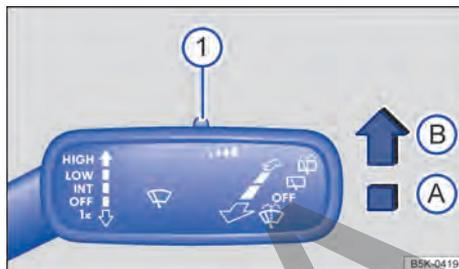

Fig. 74 En el lado derecho de la columna de dirección: palanca del limpiacristales.
Presione la palanca hasta la posición deseada → fig. 74:
La sensibilidad del sensor de lluvia y de luz puede ajustarse manualmente con el mando situado en la palanca del limpiacristales → fig. 74 ① → ⚠.